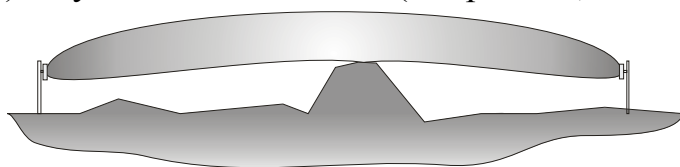

Рис. 10.1
10.1.1 Участок между БПРД и БПРМ изделия должен удовлетворять следующим требованиям: а) поверхность участка должна быть выровнена с точностью  $\pm 0,3$  м на отрезке рубежа, где ЗО соприкасается с поверхностью земли. При больших положительных отклонениях верхние кромки препятствий могут образовывать достаточно мощные вторичные источники радиоволн или вообще экранировать БПРМ от БПРД. При ослаблении сигнала уменьшается соотношение сигнал/помеха, что может привести к снижению периода ложных тревог. На рис. 10.1 показан случай, когда высота